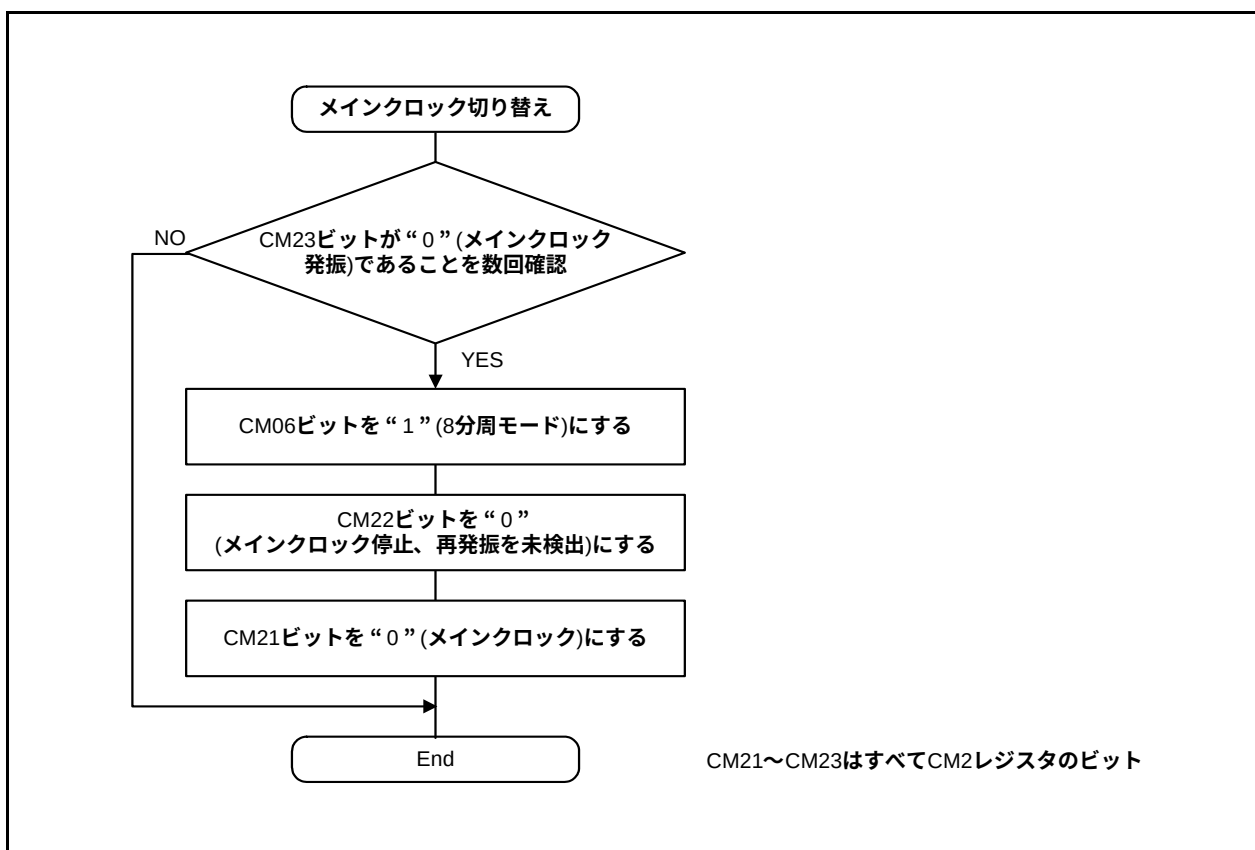

図7.12 125kHz オンチップオシレータクロックからメインクロックへの切り替え手順
- 発振停止後、メインクロックが再発振した場合は、プログラムでメインクロックをCPUクロックや周辺機能のクロック源に戻してください。図7.12に125kHz オンチップオシレータクロックからメインクロックへの切り替え手順を示します。